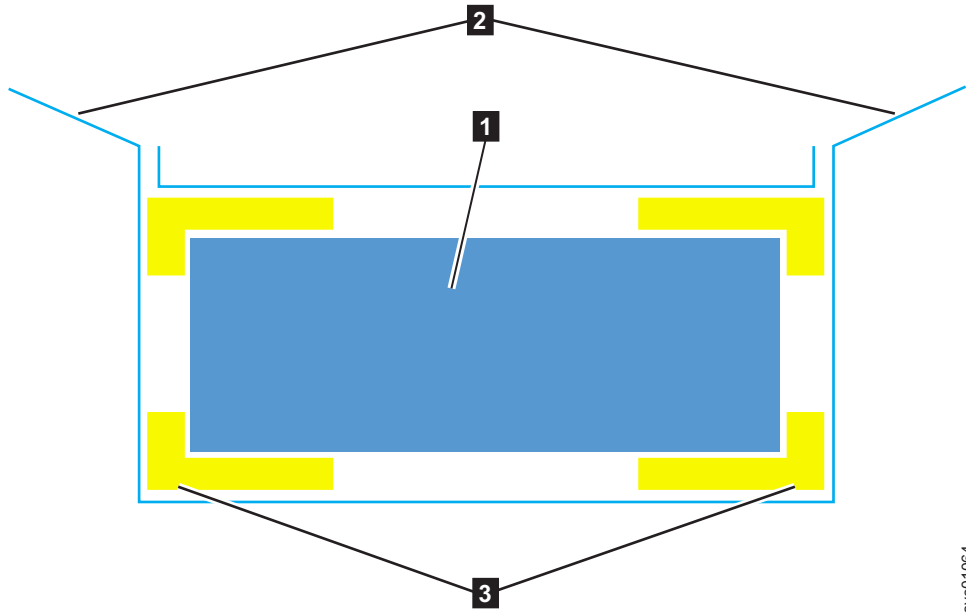

图 50. 包装材料
3. 剪开装运箱的边角，将其折起以露出扩展机柜，如第 57 页的图 50 所示。